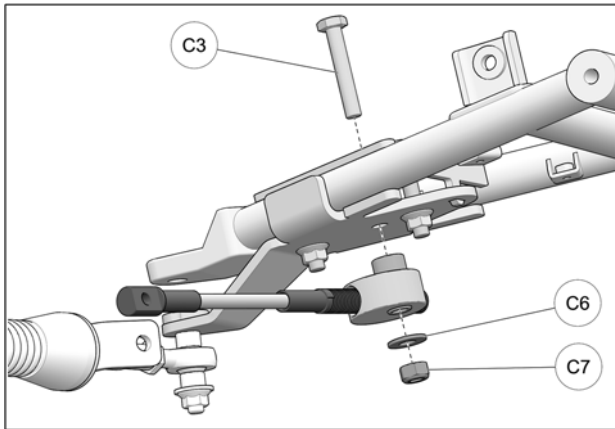

Fig. 21
11. Pass bolt (C3) down through opening in bracket cover and insert it in the anchor bracket's central hole. Slip steering limiter cable assembly over bolt (C3) and use washer (C6) and nut (C7) to secure assembly to anchor bracket. Tighten nut to 50 N•m [37 lb•ft]. Refer to Fig. 21
11. Insérer le boulon (C3) au trou du centre de l'ancrage en passant par l'ouverture au centre du couvercle. Positionner le disque en aluminium du limiteur de conduite au boulon (C3). Utiliser la rondelle (C6) et l'écrou (C7) pour fixer le limiteur de conduite en place. Serrer l'écrou à un couple de 50 N•m [37 lb•pi]. Fig. 21